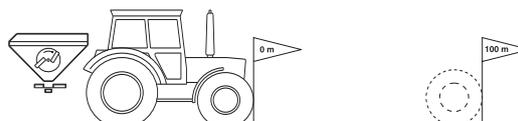

Fig. 23
1. Sur le champ, mesurez une distance de 100 m. Repérez le départ et l'arrivée (Fig. 23).